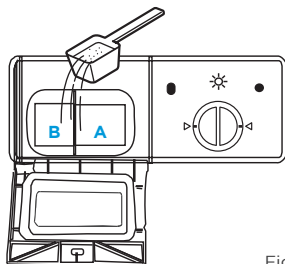

Fig. 2
2. Adicione detergente observando o correto local para abastecimento conforme instruções abaixo e quantidades definidas nas tabelas de ciclo de lavagem (Fig. 2):